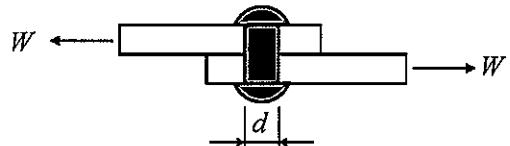

図1
- 【2】 図1に示すリベット接合されている2枚の板材が、両端から $W = 15 \text{ kN}$ の引張荷重を受けている。リベットの直径 $d = 7 \text{ mm}$ 、許容せん断応力 $\tau_{al} = 35 \text{ MPa}$ のとき、リベットの必要本数を求めなさい。(14点)